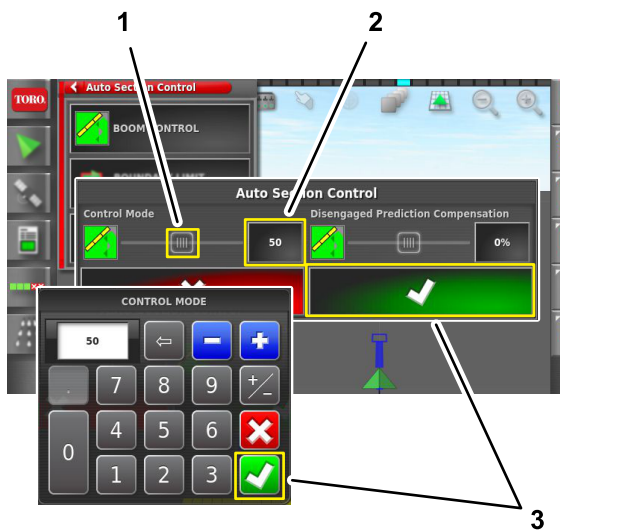

Figura 108
3. Ajuste a configuração do modo de controlo (Figura 108), seguindo o procedimento abaixo:
- Pressione o ícone VALOR, introduza o valor no teclado virtual e, em seguida, pressione o ícone Confirmar (Figura 108).
- Deslize o cursor para a esquerda ou para a direita (Figura 108).